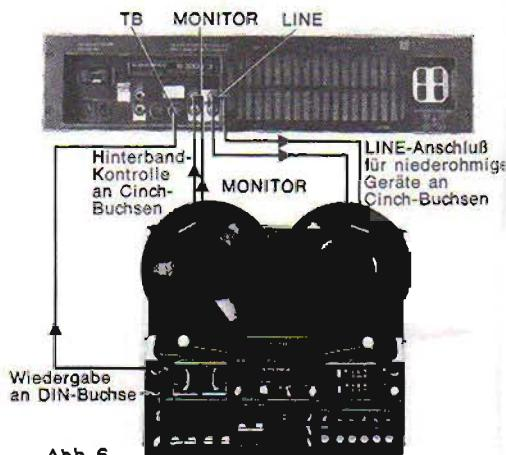

Abb. 6
In Verbindung mit den Monitor-Buchsen ⑨ können Sie an den Line-Ausgang auch ein Mischpult oder eine Halleinrichtung anschließen und bei Monitor-Betrieb wiedergeben. Die Abbildung 6 zeigt das Anschlußschema für TB-Aufnahme mit Monitor- und Line-Buchsen.